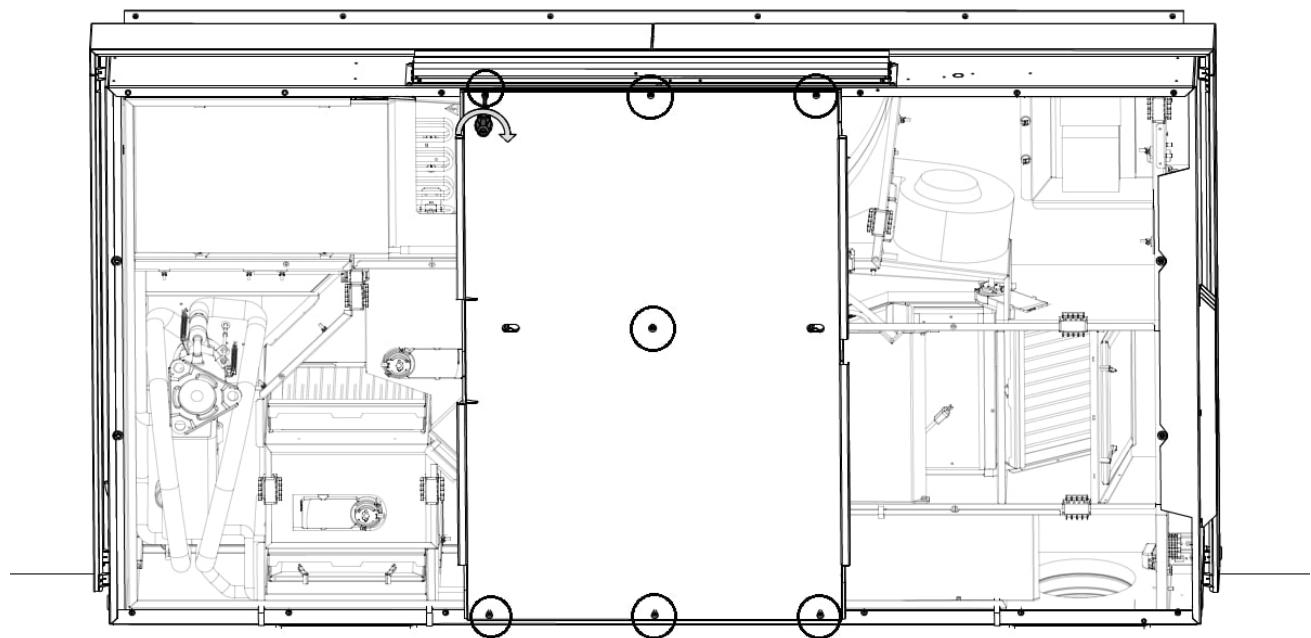

Abbildung 35: Befestigungspunkte für die mittlere Stahlplatte
3. Schrauben Sie die Stahlplatte mit sieben kurzen Schrauben in den Gerätekörper, siehe Abbildung 35 unten.